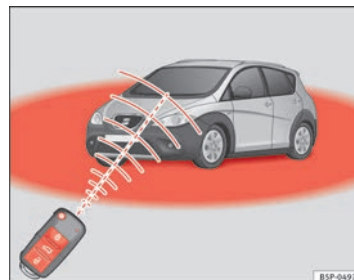

Fig. 63 Radio de acción del mando a distancia por radiofrecuencia
- El mando a distancia por radiofrecuencia funciona únicamente dentro de su radio de acción ⇒ fig. 63 (zona roja).